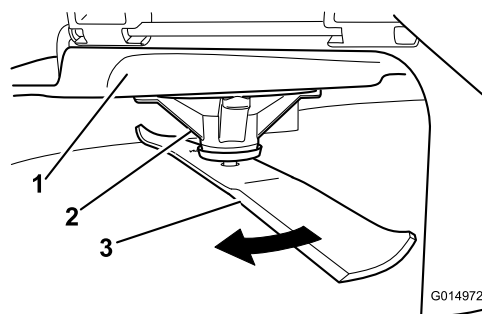

Figura 59
2. Indossando guanti dalla spessa imbottitura o altre protezioni idonee per le mani, ruotate lentamente la lama in una posizione che consenta di misurare la distanza tra il bordo di taglio e la superficie piana su cui si trova la macchina (Figura 59).